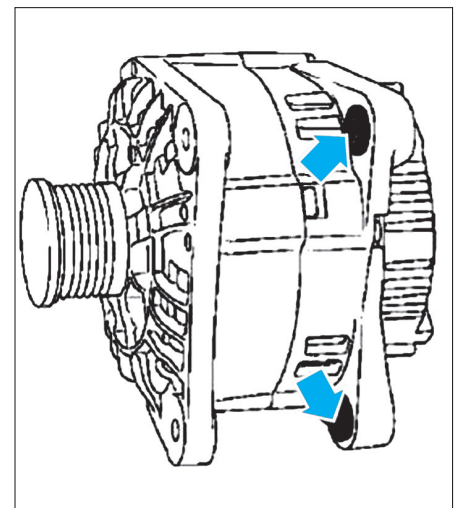

FIG. 3
- comprimer les bagues de l'alternateur (Fig.3) à l'aide d'une pince ou d'un étau pour faciliter sa mise en place.